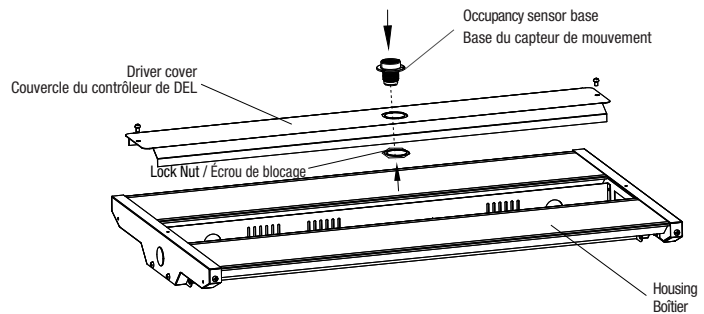

Fig. 2
NOTE: For conduit mount version remove first the side brackets and central bracket by unscrewing the two screws and four bolts, disconnect external power cable and put aside the luminaire (Fig. 2).
NOTE: Pour la version de montage avec conduit, enlever en premier lieu les supports de fixation latéraux et le support de fixation central en dévissant les deux vis et les quatre boulons, débrancher le câble d'alimentation extérieur et mettre de côté le luminaire (Fig. 2).
3. Install the occupancy sensor base on the driver cover by using the provided lock nut (Fig. 2).
3. Installer la base du capteur de mouvement sur le couvercle du contrôleur de DEL en utilisant l'écrou de blocage fourni (Fig. 2).